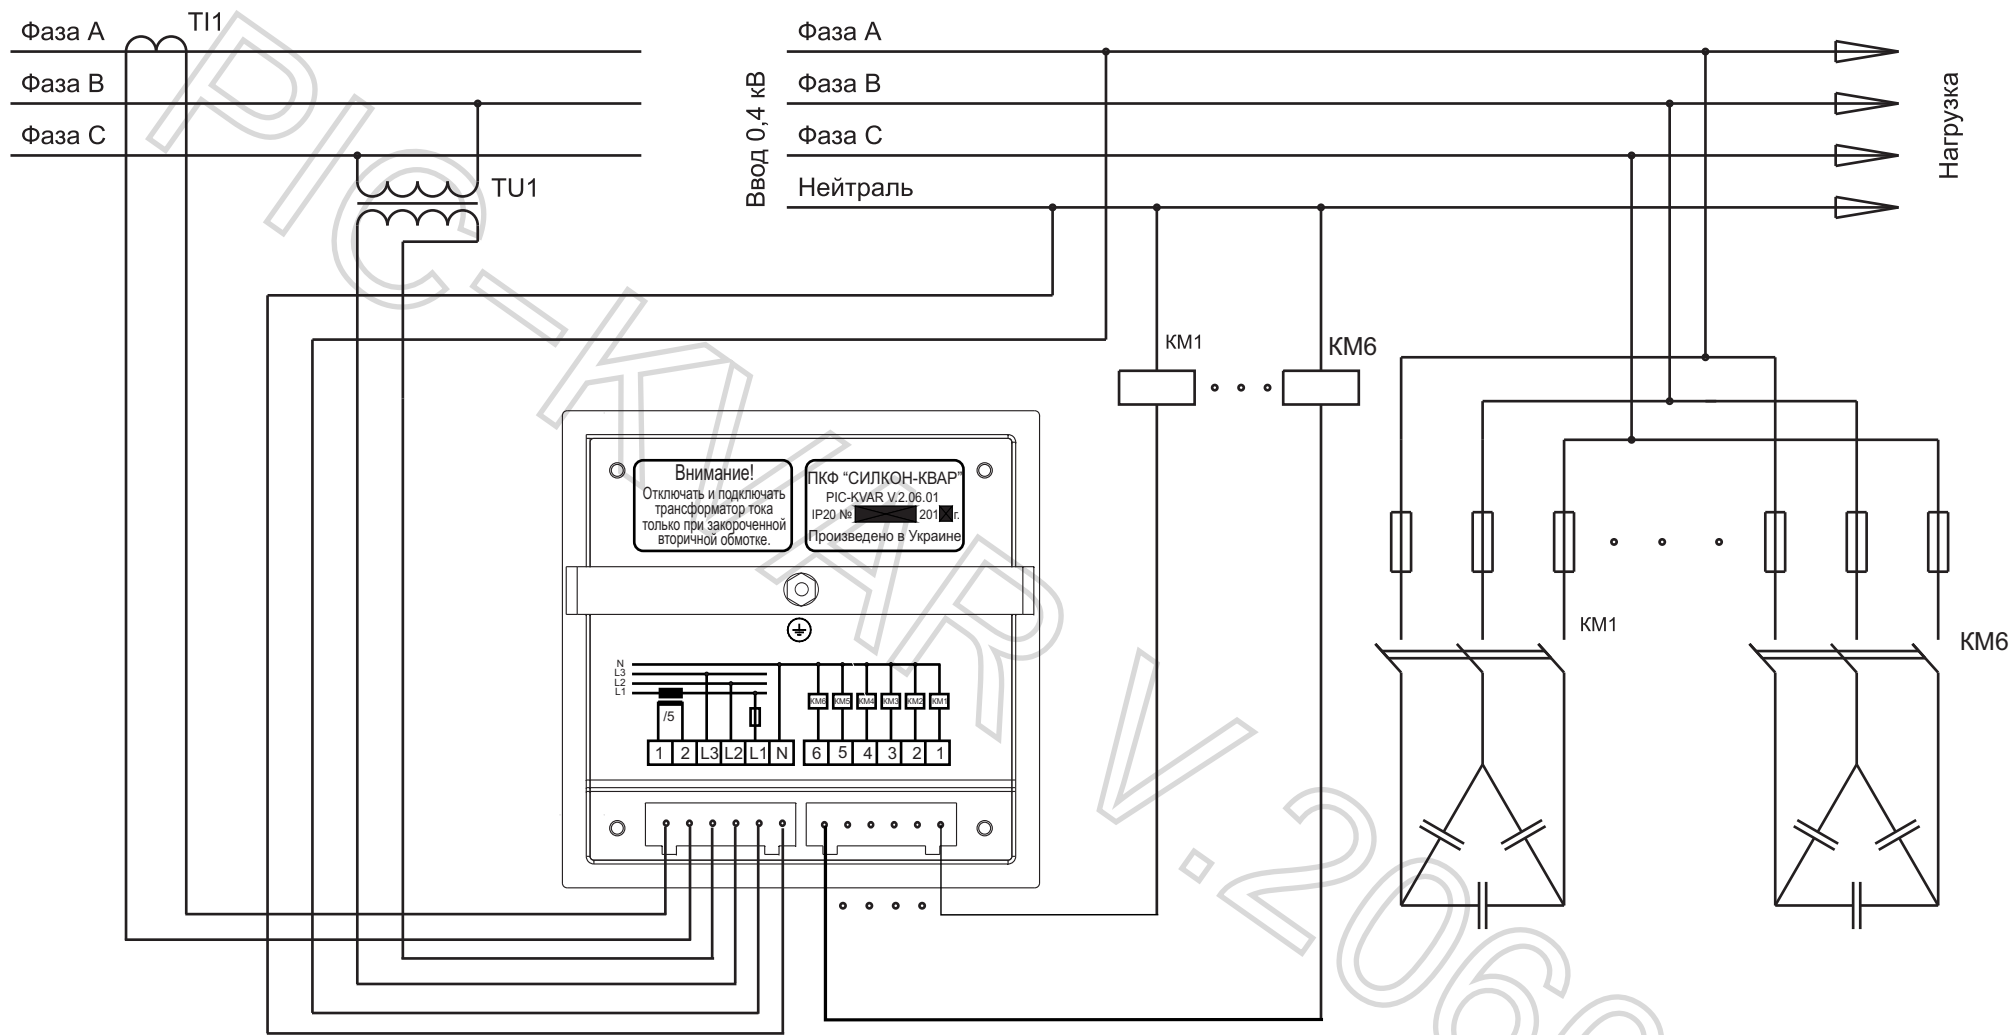

Рис.5
Используется при подключении PIC-KVAR согласно схеме рис. 5. При подключении согласно схеме рис. 4  $KT_U = 1$ .
2.7.3. Подключение PIC-KVAR рекомендуется производить в зависимости от конфигурации согласно рис.4, рис.5 в следующей последовательности:
2.7.5. Подключить измерительное напряжения к контактам «L3» и «L2» соединителя согласно рис. 4, рис.5.